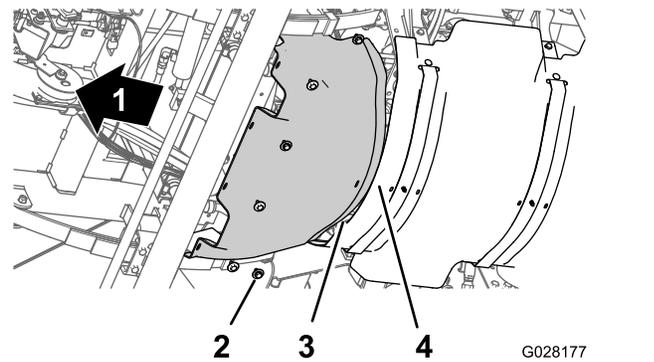

Figura 58
1. Alinhe a flange traseira da proteção térmica frontal por cima da flange dianteira da proteção térmica traseira (Figura 58).
2. Alinhe os orifícios da proteção térmica frontal com os orifícios roscados no chassis (Figura 58).
3. Monte a proteção térmica frontal na máquina com os 6 parafusos de cabeça hexagonal e as 6 anilhas (Figura 58) que retirou no passo 3 de Remoção da proteção térmica dianteira \(página 53\).